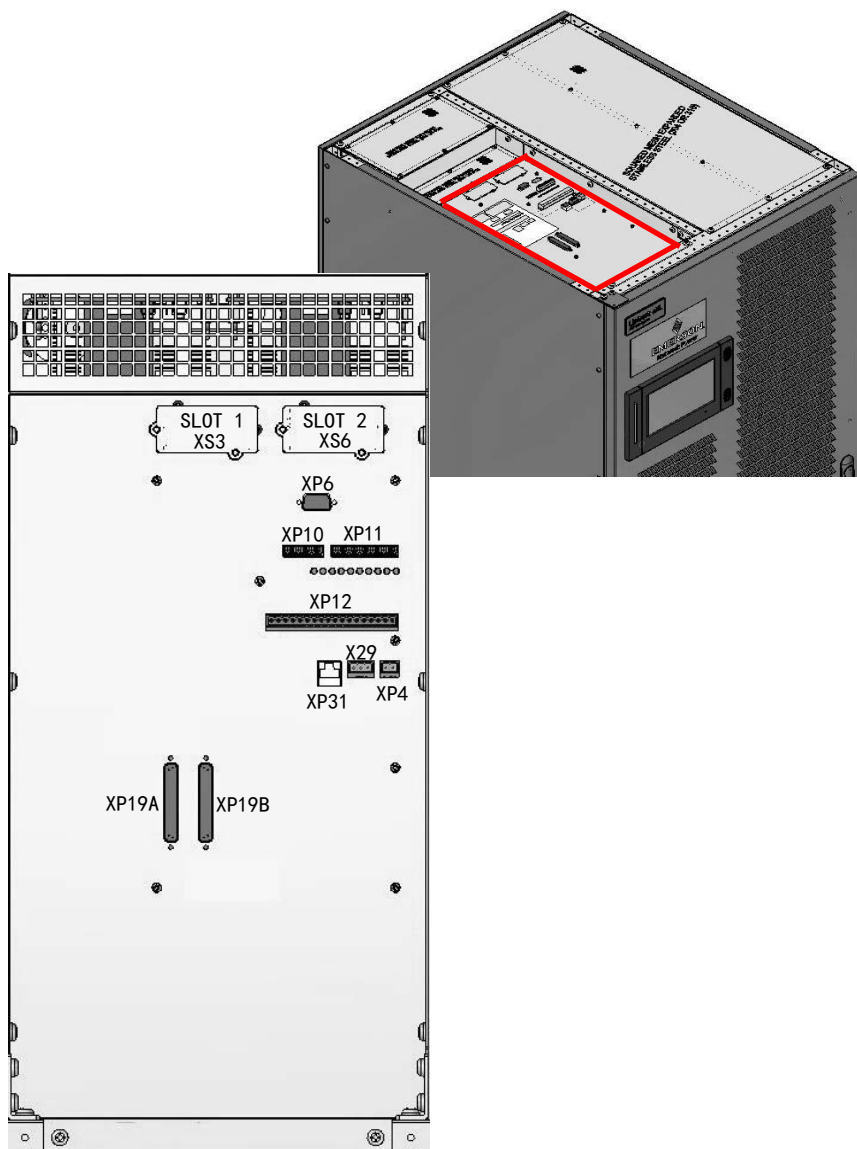

图 48 - 客户交互面板
- 将传感器连接到交互面板的连接器 XP4（见图 48）。
有关 XP4 位置的详情，请参见图 48。
客户交互面板如图 48 所示。